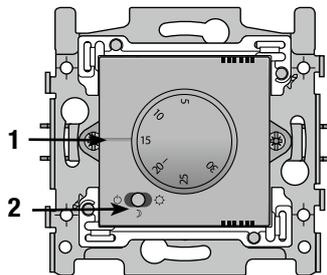

Abb.3
### Teile (Abb.3)
1. Eingestellter Wert: der Strich zeigt auf die gewünschte Temperatur (z.B. in Abb. 3 ist der Thermostat auf 15°C eingestellt).